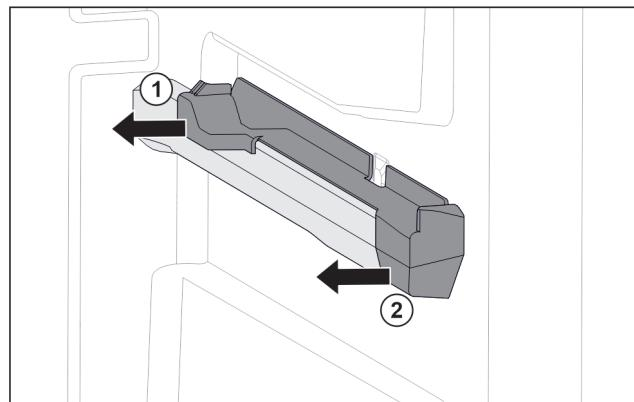

Fig. 50 Вставна частина на правому ребрі для резервуару
- Відсунути вставну частину назад вбік. Fig. 50 (1)
- Відсунути вставну частину вперед вбік. Fig. 50 (2)